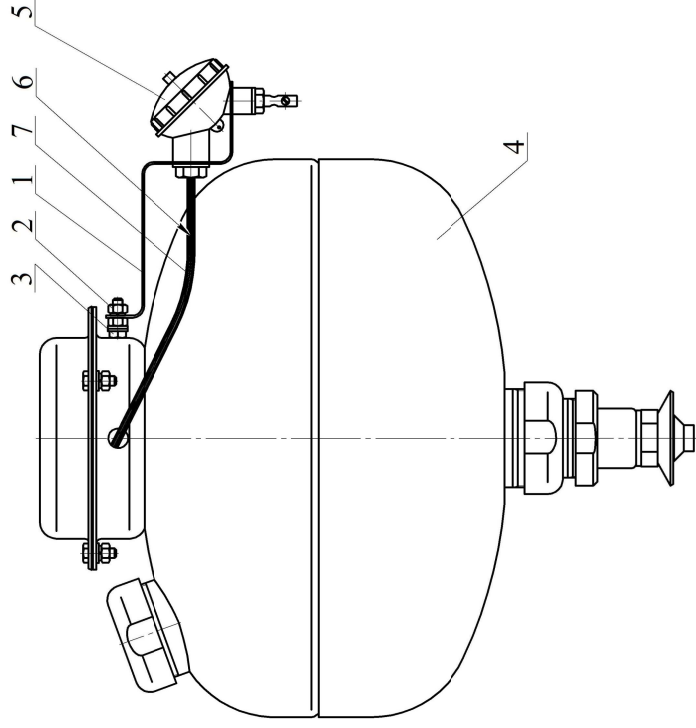
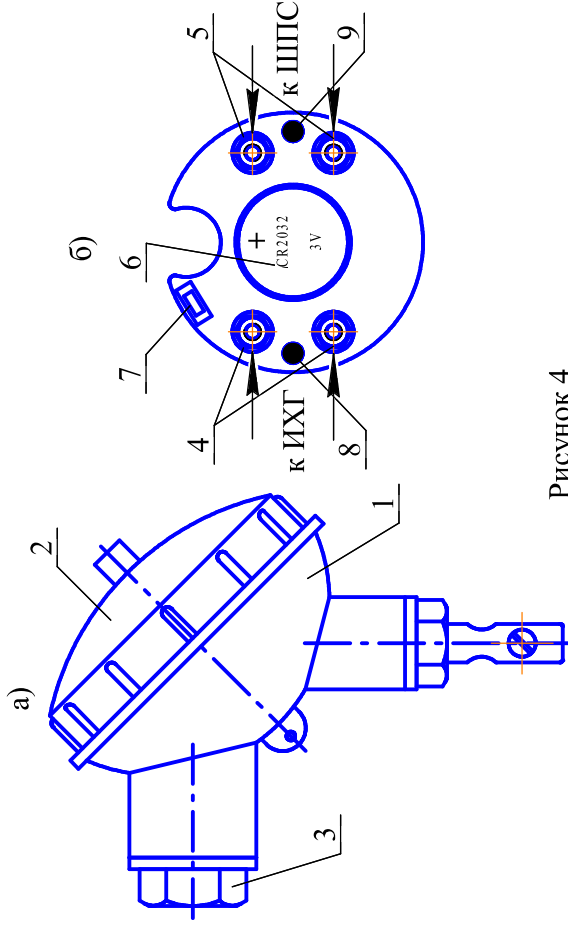

Рисунок 2
Рисунок 4
4.3.1.1 На кронштейне **1**, закрепленном гайкой **2** на заземляющем зажиме **3** МУПТВ **4** (см. рисунок 2), установлен электронный узел запуска **5** (устройство пусковое температурное). Вывода **6** элемента электропускового ИХГ, вставленные в трубку ПВХ **7**, через гермоввод соединены с электронным узлом запуска **5**.
- 6.9.2 Гайкой **2** (см. рисунок 2) закрепить на корпусе МУПТВ кронштейн **1**.
- 6.9.3 С корпуса **1** электронного узла запуска (см. рисунок 4) открутить крышку **2** и винт **3**. Через отверстия винта **3** (см. рисунок 4) и кронштейна **1** (см. рисунок 2) в гермоввод электронного узла запуска ввести провода элемента электропускового ИХГ и при необходимости ИПС. Винтом **3** согласно рисунку 2 закрепить на кронштейне электронный узел запуска.